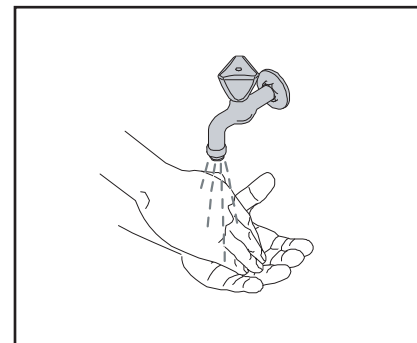

Fig. 3
1. Vask hendene før du berører en produktpakke (fig. 3).